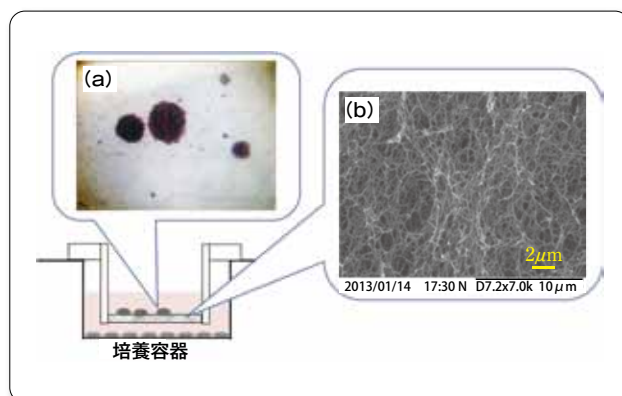

図2 開発した培養容器
そこで、分離膜の素材としてコラーゲン線維に着目しました。コラーゲンは生体内で細胞を取り囲む物質そのものであり、細胞接着性を持つ培養基材です(性質①)。太さが約100nmのコラーゲン線維が絡み合ったゲルは、血清アルブミン(分子量6万)を透過させます(性質②)。最終的には、メッシュによる補強により性質②および③を損なわずに性質④をクリアし、底面にコラーゲンゲル分離膜を持つ培養容器を開発しました(図2)。
開発した培養容器を用いることで、これまで難しかったiPS細胞とフィーダー細胞の分離培養を簡便に使えるようになりました。実験の結果、分離膜上でiPS細胞は明瞭なコロニーをつくり(図2)、全細胞の90%以上がiPS細胞の状態(未分化状態)を保ったため、分離膜の有効性が実証されました。